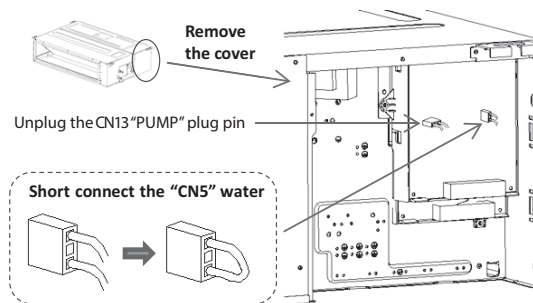

Fig. 33 – Désactivation de la pompe de relevage de condensat
- Ouvrez le couvercle du boîtier de commande, débranchez la broche « CN13 POMPE » pour désactiver la fonction de pompe et court-circuitez la broche « CN5 WATER » afin de désactiver le capteur de niveau d'eau en épissant les fils sortant de la fiche « CN5 WATER » ou en utilisant une fiche de cavalier de remplacement (composant référence 17401204000333, en option sur certains appareils vendus séparément). Voir les figures 33 et 34.